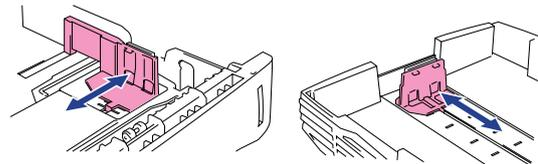

图 2-14
- (1) 将纸盒全部从打印机中拉出。
- (2) 将纸张导板调整到纸张大小位置 (图 2-14)。